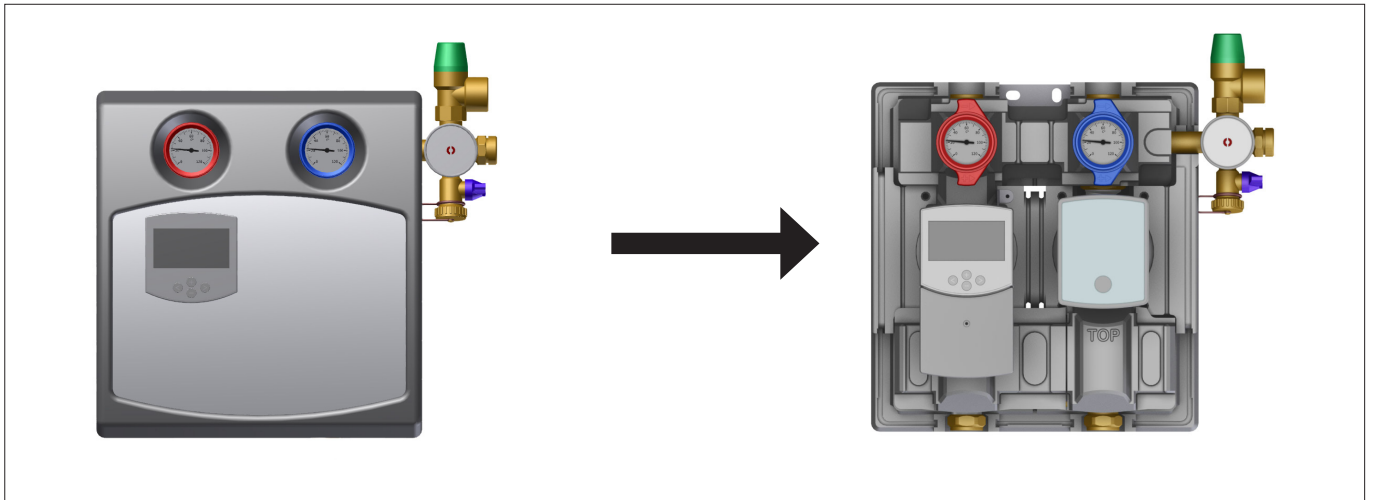

Fig. 4: Démontage du revêtement (illustration en réf. au mod. 8130 + dispositif de réglage)
- Démontez le revêtement antérieur de la station solaire (voir Fig. 4 à la page 10).